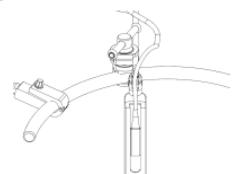

Figure 17
- Faites glisser les pointes de cale du **câble d'éclairage, pointe de cale, 10', non stérile** (ML-0068) dans les canaux de calage des **lames de l'écarteur**. (Figure 17)